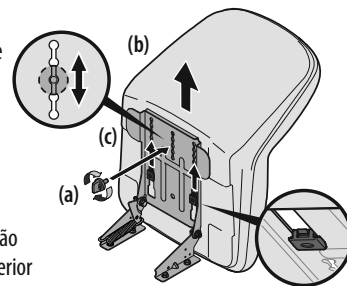

Figura 4
4. Deslize o assento (b) para trás no seu suporte de articulação (c), alinhando uma das ranhuras no suporte de articulação (c) com o orifício na parte central traseira da base do assento (b). Consulte a Figura 4.
**OBS:** O Certifique-se de que as duas guias do assento encaixam-se no suporte de articulação do assento, conforme mostrado no canto inferior direito da Figura 4.